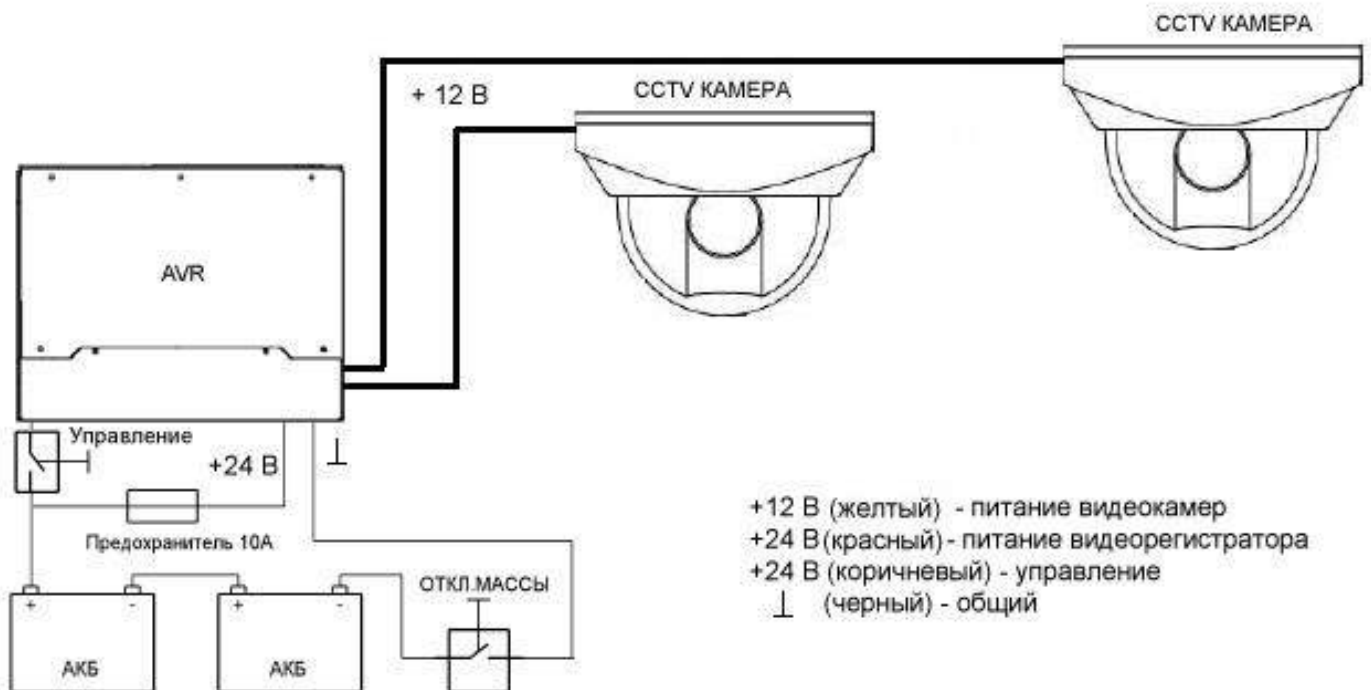
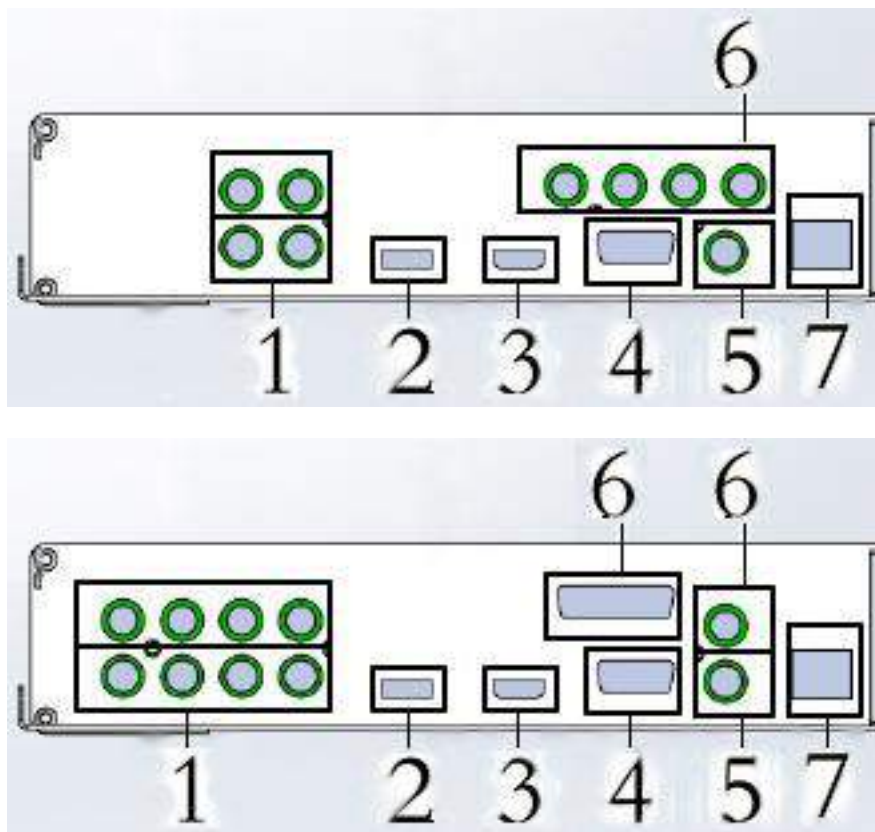

Рис. 1
Рис. 2
Схемы подключения. Типовая монтажная схема подключения видеорегистратора приведена на рис.1. Расположение основных разъемов изображено на рис.2.
- 3) Подключить электропитание и видеокамеры к видеорегистратору согласно рис.1 и рис.2.